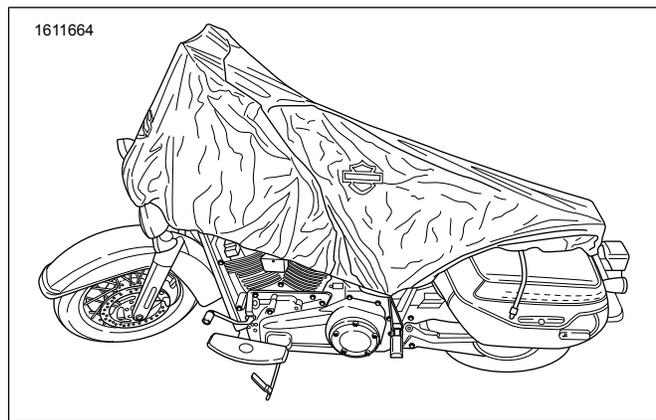

Figure 2. Couverture latérale (typique)
1. Voir la Figure 2. Placez la housse sur la moto, en positionnant l'avant sur le guidon et le pare-brise (si présent).